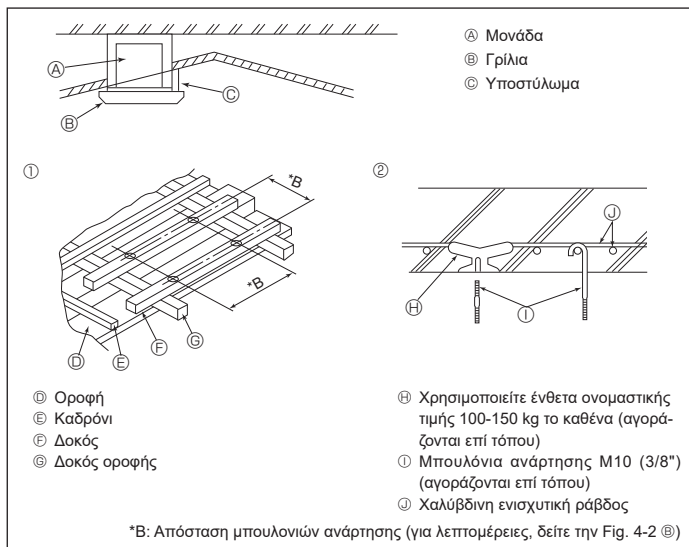

Fig. 4-4
4.4. Υποδομή ανάρτησης (εξασφάλιση ισχυρής υποδομής στο σημείο ανάρτησης) (Fig. 4-4)